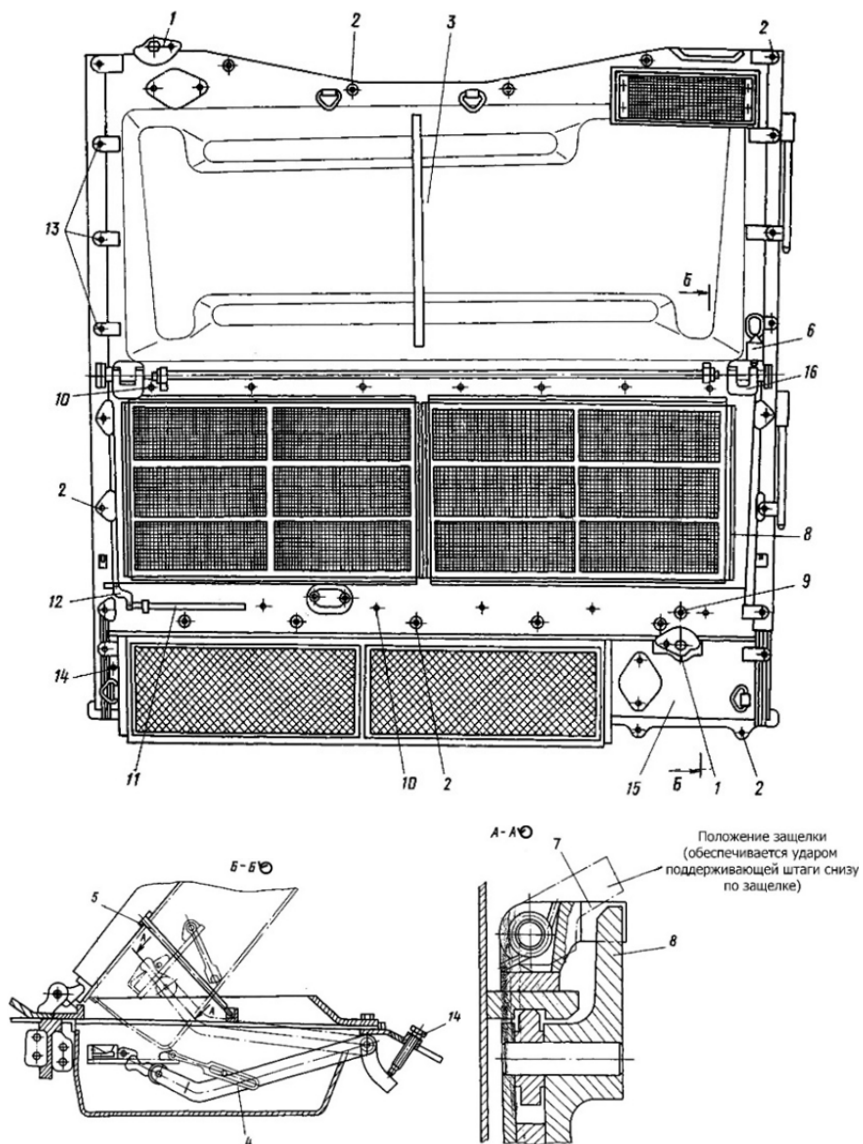

Рис. 1.6. Крыша над моторно-трансмиссионным отделением:
- вывернуть болты 2 (рис. 1.6), повернуть задрайку 1;
– снять тягу 11 (рис. 1.6), отсоединив ее от рычага 12;